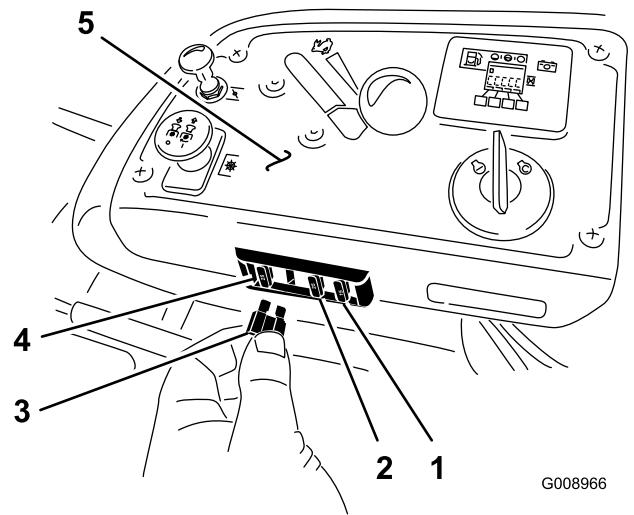

Figura 63
1. Los fusibles están situados en la consola de la derecha, junto al asiento (Figura 63).
3. Instale un fusible nuevo (Figura 63).